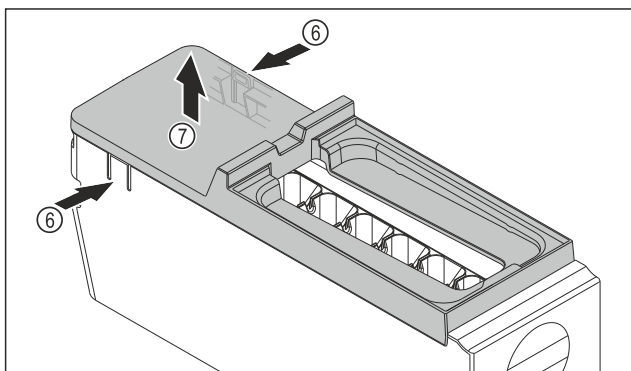

Fig. 83
- ▶ Snemite pokrov glavnega dela EasyTwist-Ice: Spone Fig. 83 (6) na obeh straneh glavnega dela EasyTwist-Ice pritisnite z eno roko.
- ▶ Pokrov Fig. 83 (7) z drugo roko dvignite in odstranite.